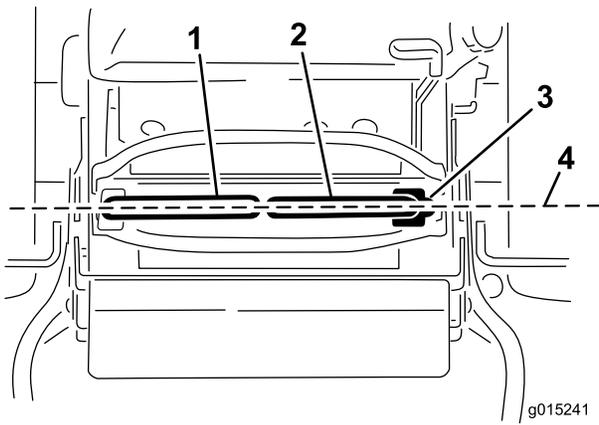

Figura 74
Importante: Compruebe el avance de la máquina después de ajustar las palancas de control de movimiento. Se utiliza el mismo procedimiento para ajustar la dirección y para alinear las palancas de control de movimiento hacia adelante-atrás (Figura 74).
1. Una vez ajustada la alineación horizontal, compruebe la alineación hacia adelante-atrás (Figura 74).